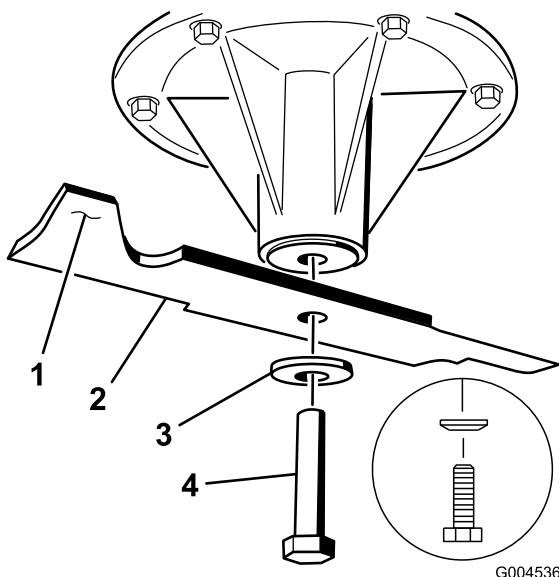

Figura 82
1. Instale la cuchilla en el eje (Figura 82).
2. Instale la arandela de muelle y el perno de la cuchilla (Figura 82).
Nota: El cono de la arandela elástica debe estar orientado hacia la cabeza del perno (Figura 82).